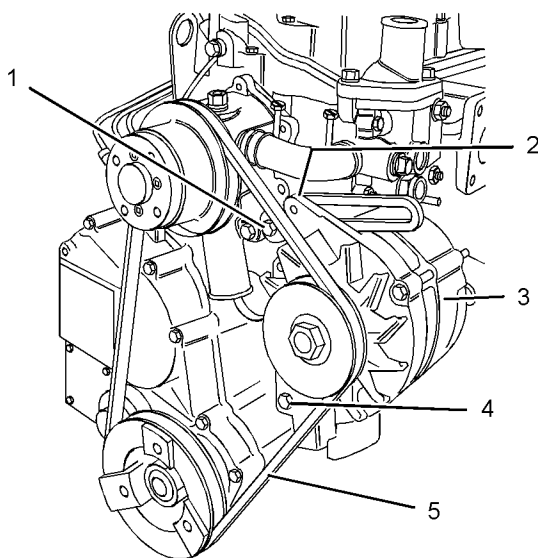

Abbildung 34
1. Den Keilriemen (5) an den Riemenscheiben positionieren. Die richtige Verlegung des Riemen ist der Abbildung 34 zu entnehmen.
2. Den Drehstromgenerator (3) vom Motor wegschieben. Informationen zur richtigen Riemenspannung finden sich in diesem Betriebs- und Wartungshandbuch, "Drehstromgenerator- und Lüfterriemen – kontrollieren/einstellen". Die Schraube (1), die Schraube (2) und die Schraube (4) mit einem Anziehdrehmoment von 25 N·m (18 lb ft) festziehen.